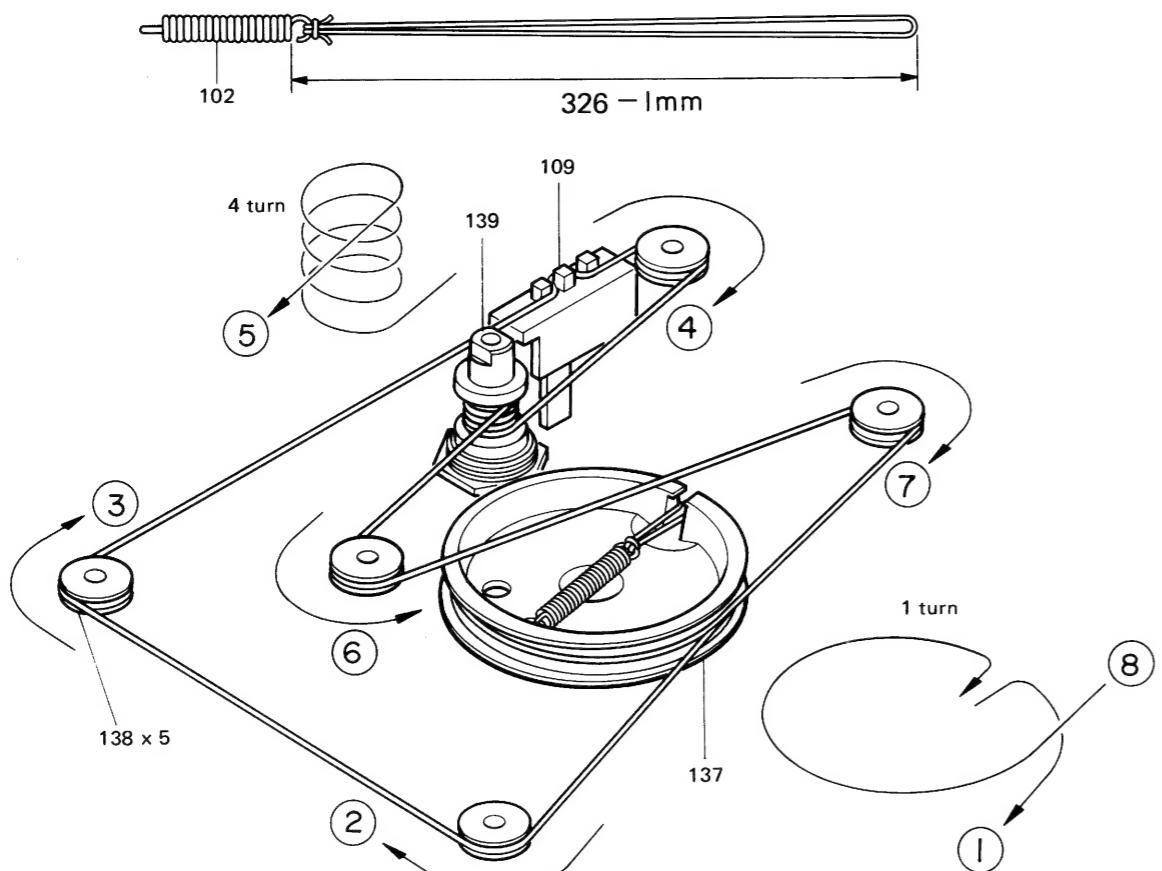

Figure 7-1
- 1) Turn the drum fully clockwise and stretch its cord cover the parts in the numerical order—as shown in Figure 7-1.
1. Die Skalenschnurtrommel voll im Uhrzeigersinn drehen, und die Skalenschnur in der Nummernreihenfolge aufsetzen wie in Abbildung 7-1 gezeigt.
1. Tourner le tambour entièrement à droite et tirer son fil, recouvrir ses pièces dans l'ordre numérique comme le montre la Figure 7-1.